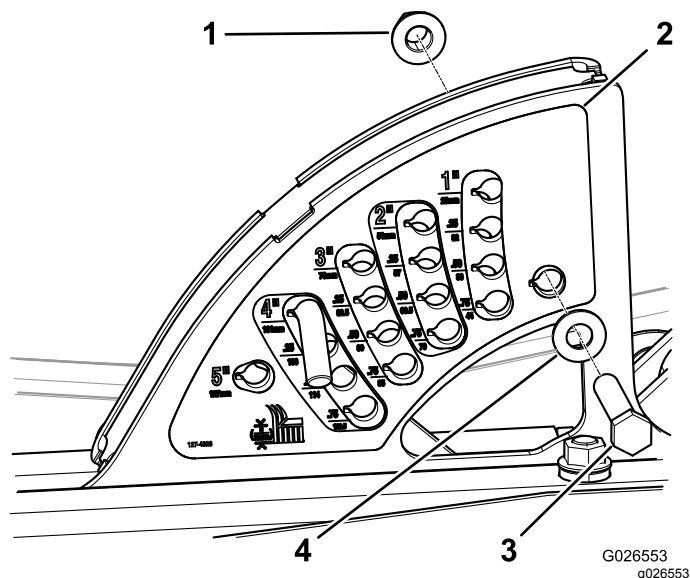

図 6
3. 新しい刈高ステッカーを貼り付ける。図 6。
4. 図 6 に示すように、新しいステッカーの下側の穴に、ボルト 1/2 x 2 3/4"、平ワッシャ、ロックナット 1/2" を取り付ける。